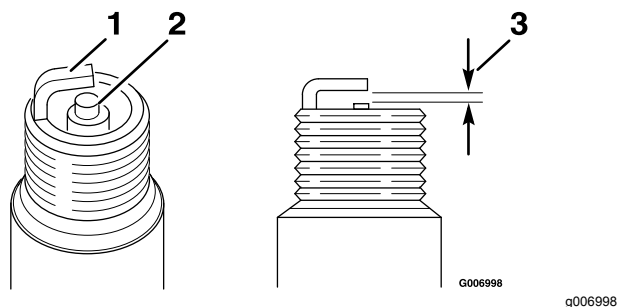

Рисунок 24
- Установите в свече зазор, равный 0,76 мм, как показано на Рисунок 24.